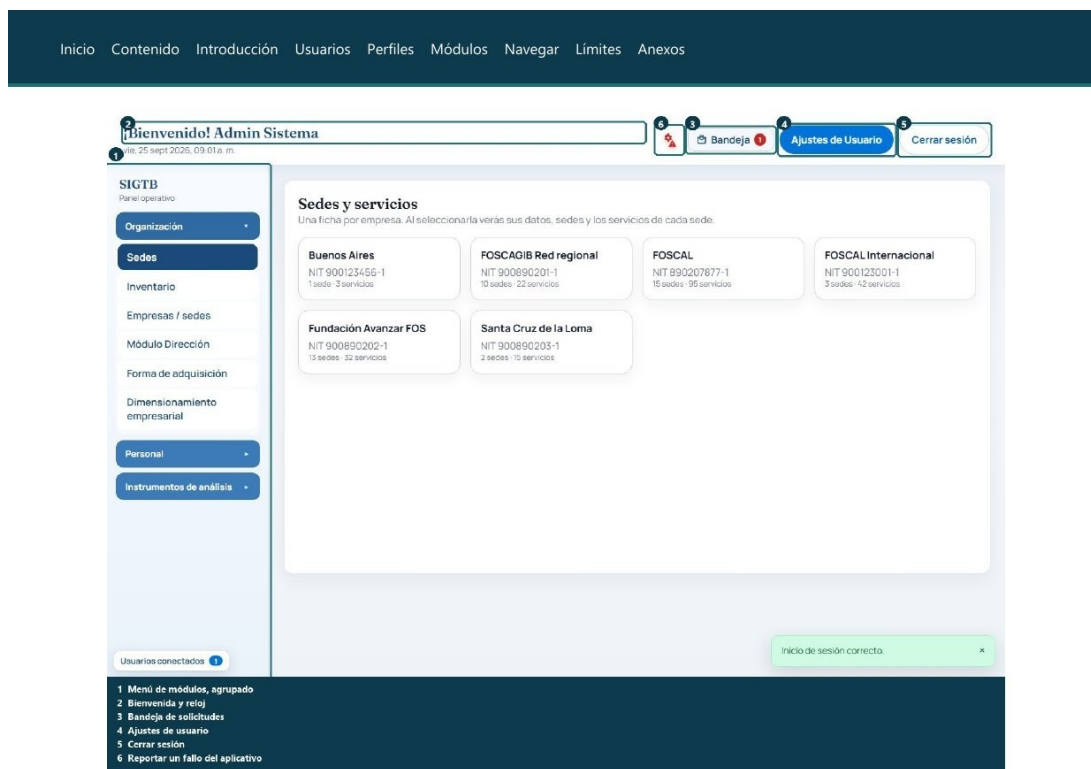

Figura 17. Pantalla principal después de iniciar sesión.
- Mapa de la pantalla de trabajo: figura 17 y sección 5.